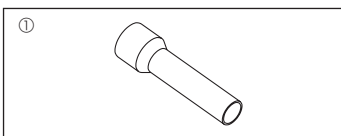

Fig. 1-1
1.6. Zubehör für die Außenanlage (Fig. 1-1) (SW160, 200)